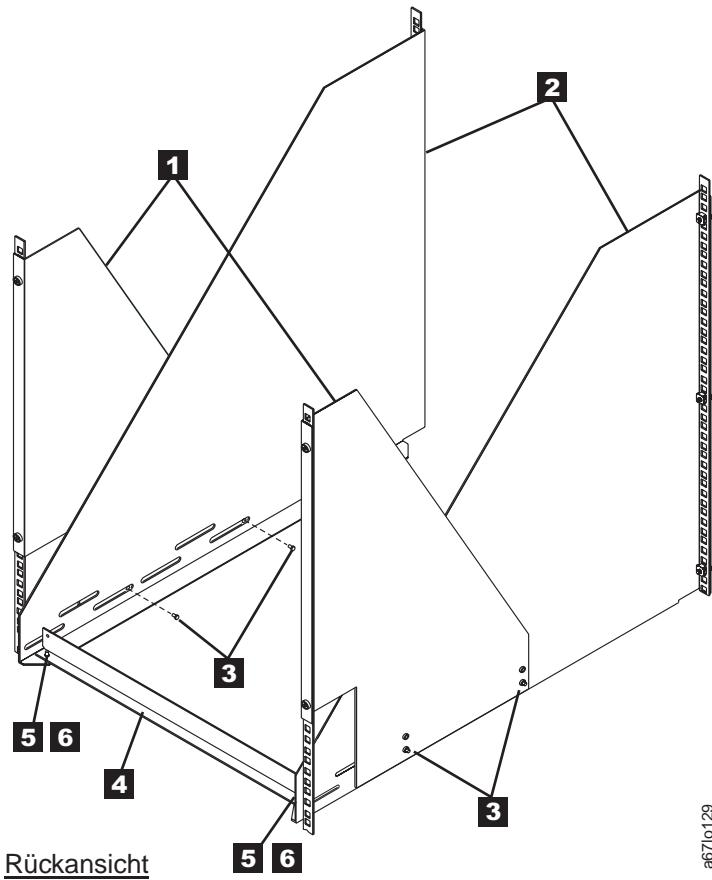

Abbildung 17. Hinteren Anschlag installieren
11. Bringen Sie die vorderen Befestigungswinkel (siehe **2** in Abb. 17) an den hinteren Befestigungs- winkeln **1** an, indem Sie die vier Schrauben **3** (je zwei auf beiden Seiten) durch die Löcher führen. Befestigen Sie die Befestigungs- winkel durch leichtes Anziehen der Schrauben.